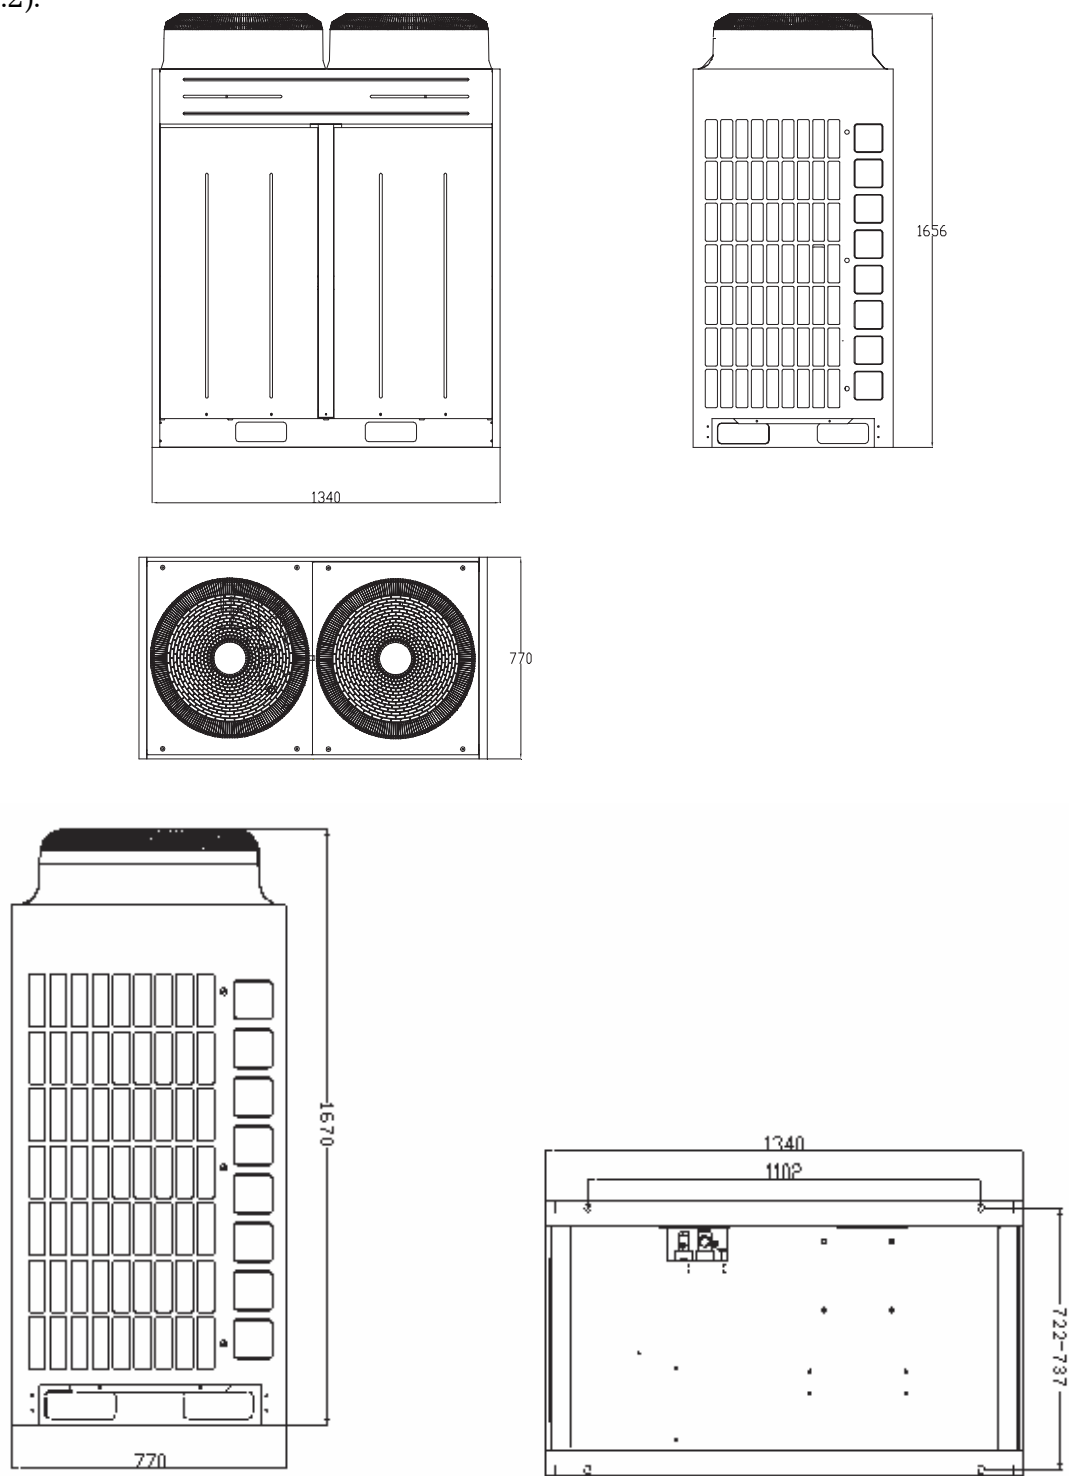

Рис. 9.2
9.1.2 Габаритные и установочные размеры наружных блоков моделей TMV-Pdm335W/Na-M, TMV-Pdm400W/Na-M, TMV-Pdm450W/Na-M, TMV-Pdm504W/Na-M (рис. 9.2).